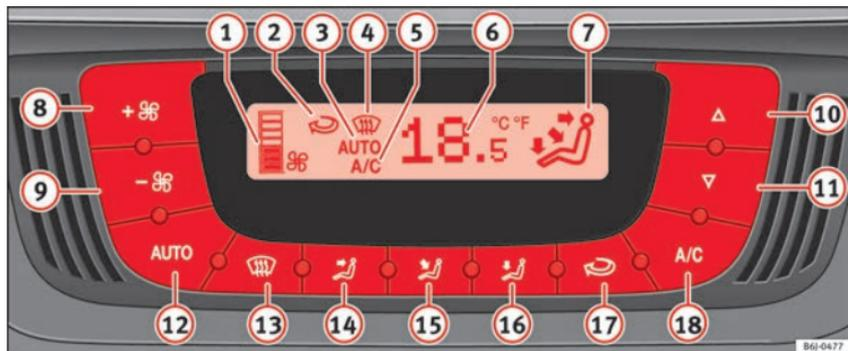

Fig. 130 Sur le tableau de bord : éléments de commande du Climatronic.
- Appuyez sur la touche . L'indication » fig. 130 (3) est affichée.
- Appuyez sur les touches » fig. 130 (10) et (11) pour régler la température souhaitée dans l'habitacle. Nous vous recommandons une température de +22 °C (+72 °F).
- Appuyez sur l'une des touches » fig. 130 (14) à (16) ou appuyez sur le régulateur du ventilateur (8) et (9). L'indication (3) s'éteint.
Le ventilateur peut être réglé à l'aide des touches » fig. 130 **8** et **9**. Lorsque le ventilateur est éteint (l'écran n'affiche aucune position **1**) et que vous appuyez sur la touche **9** une seconde après, le Climatronic s'éteint.
– Appuyez sur la touche  pour activer ou désactiver le mode recyclage de l'air ambiant. Il est connecté si le symbole  » fig. 130 s'affiche à l'écran.